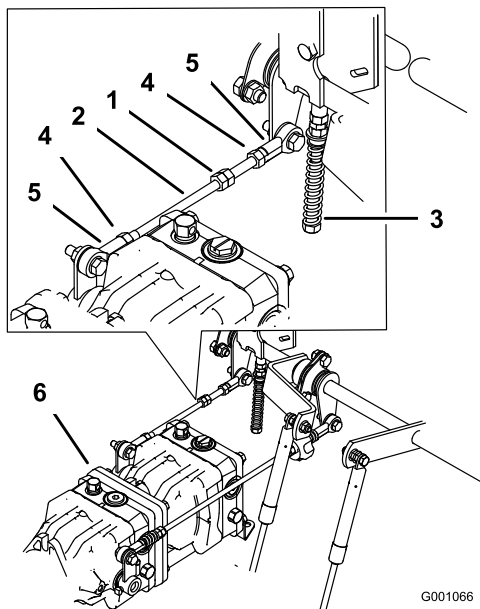

Figure 76
1. Desserrez les contre-écrous sur les rotules de la tige de commande de la pompe (Figure 76).
3. Réglez la longueur de la tige de pompe en tournant les doubles écrous dans le sens voulu, jusqu'à ce que la roue soit immobilisée ou tourne légèrement en marche arrière (Figure 76).
- Serrez les contre-écrous contre les rotules (Figure 76).